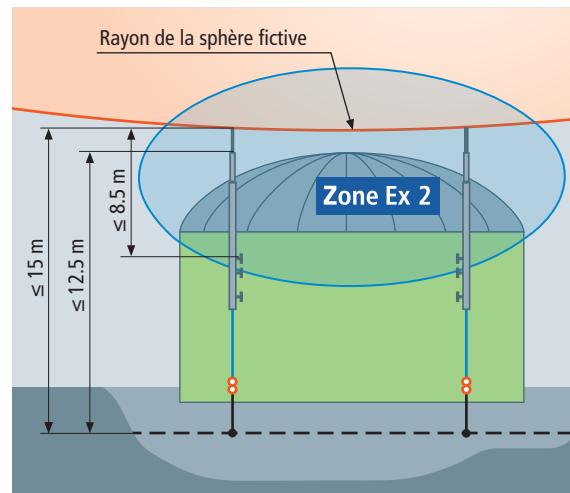

Figure 9.3.4 Protection du digesteur à l'aide de mâts de capture, isolés avec un conducteur HVI (réf. 819 720)
**1. Première variante:** Mâts de capture avec un conducteur HVI (**figure 9.3.4**). La longueur maximale du dispositif de capture allant de l'installation de mise à la terre jusqu'à la pointe caprice s'élève à 15 m (niveau de protection II). La longueur libre maximale au-dessus du bord supérieur du digesteur est de 8,5 m (raisons mécaniques).